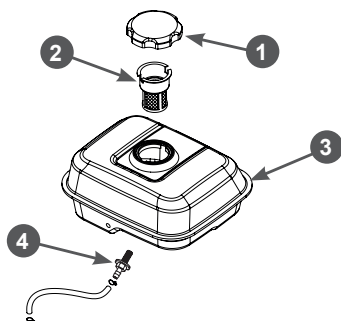

Рис. 21. Топливный бак и топливные фильтры
В топливном баке установлены два сетчатых топливных фильтра. Один фильтр устанавливается в заливной горловине топливного бака. Второй фильтр конструктивно объединен со штуцером топливного бака и установлен внутри бака (Рис. 21).
заправке бака топливом (Рис. 21). При необходимости вынимайте сетчатый фильтр из бака и производите его очистку. Регулярно проверяйте целостность сетчатого фильтра, при обнаружении механических повреждений замените сетчатый фильтр.
Каждые 300 часов работы или один раз в год в зависимости от того, что наступит раньше, необходимо производить очистку топливного бака от грязи и конденсата. Перед этим рекомендуется полностью выработать топливо. Одновременно с очисткой топливного бака необходимо проверять и очищать фильтр 4, установленный внутри бака (Рис. 21). Поврежденный или сильно загрязненный фильтр необходимо заменить.
3. Выкрутите из топливного бака выходной штуцер 4 и производите его очистку (Рис. 21). Внимательно осмотрите сетчатый фильтр. При обнаружении механических повреждений замените штуцер топливного бака.